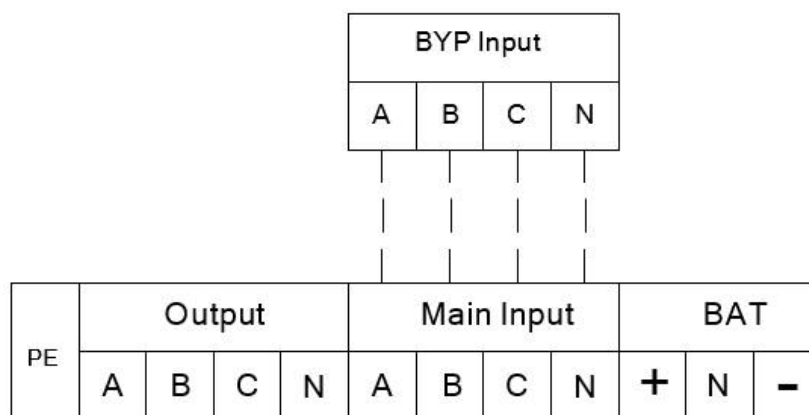
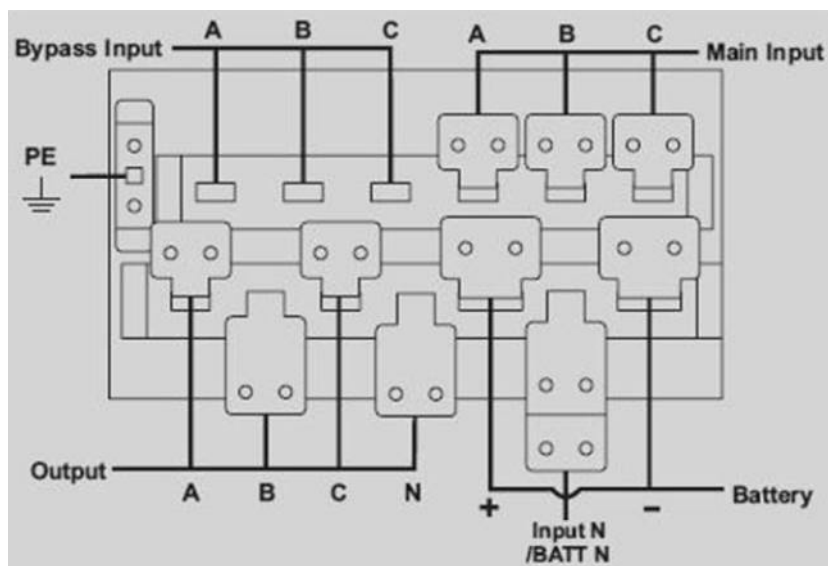

Fig. 3-17 Terminales de conexión
Fig. 3-18 Barrajes de conexión
2. Abrir la puerta de atrás del gabinete, retirar la tapa de plástico, los terminales de conexión se muestran en la Fig. 3-17 y Fig. 3-18.